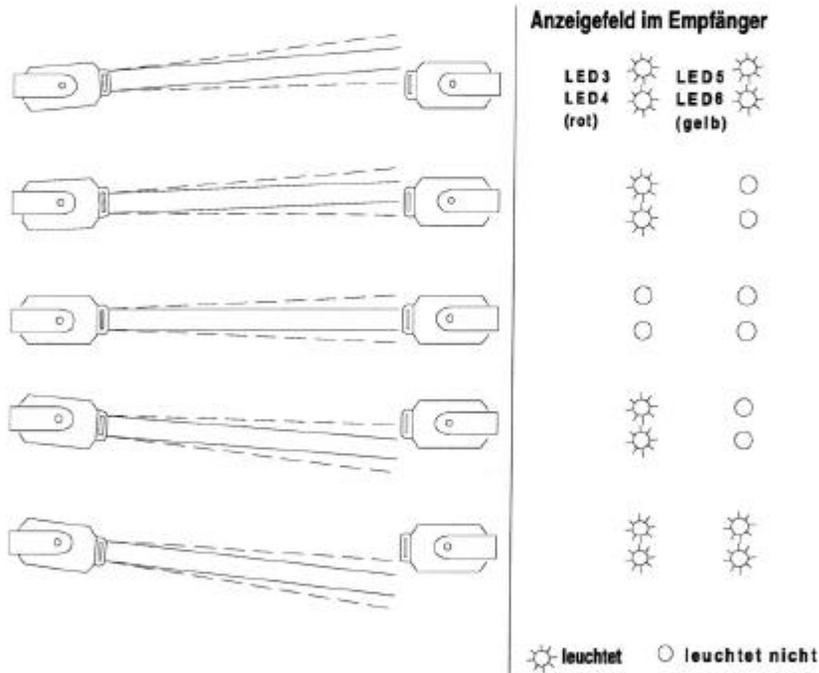

Abbildung 9-3 Ausrichten von Sender bzw. Empfänger.
5. Nun wieder zurückdrehen und den Empfänger in der Mitte dieses Bereiches fixieren (Abbildung 9-3).